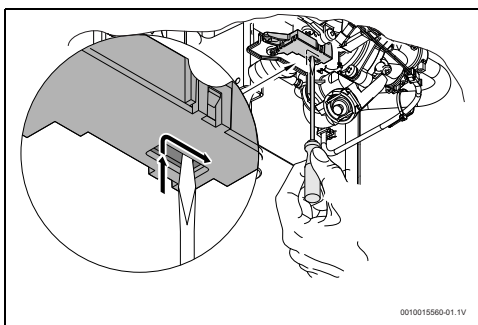

Bild 25 Rücksetzen des Mikroschalters
- ▶ Mikroschalter gemäß Abb. 25 positionieren.